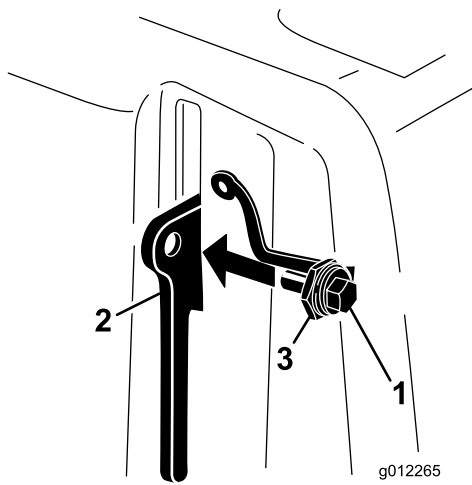

Bild 10
3. Schrauben Sie die Schraube in die Hebelklinke (Bild 10).